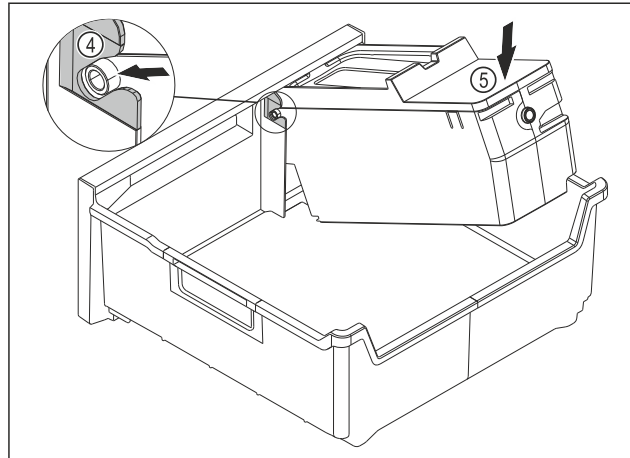

Fig. 82
- Montați corpul EasyTwist-Ice: Insertați axele corpului EasyTwist-Ice în ghidaje Fig. 82 (4).
- Apăsăți corpul EasyTwist-Ice Fig. 82 (5) în spate în jos.